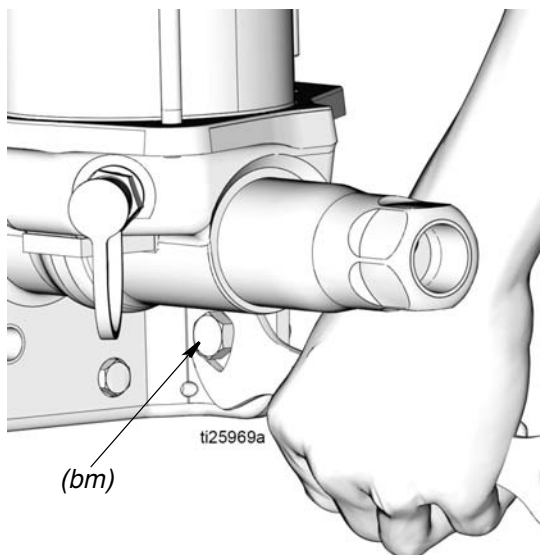

FIG. 10
5. Déposer les boulons de montage (*bm*) (FIG. 10) et mettre la pompe hors service.